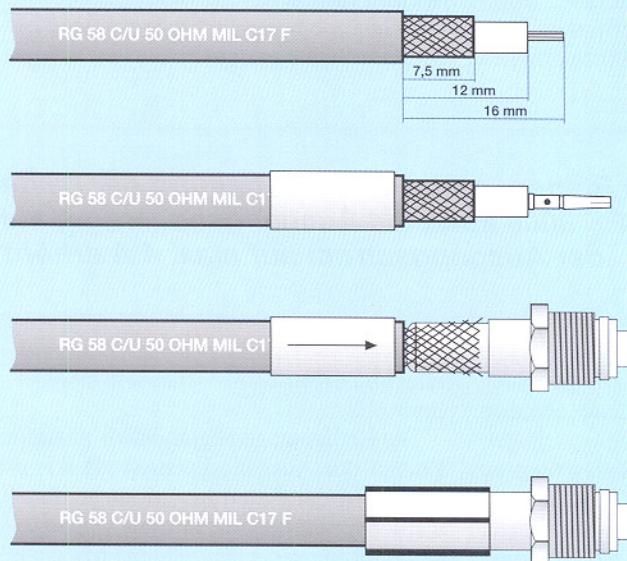

Bild 2: Montage-reihenfolge für die Montage eines FME-Steckers.
2. Abisolieren des Kabels (Abbildung 2)
4. Leichtes Abspreizen des Abschirmgeflechts von der Innenleiterisolation und Aufschieben des Steckergehäuses mit vormontierter Befestigungsmutter auf die Innenleiterisolation. Dabei ist sorgfältig darauf zu achten, daß das Abschirmgeflecht komplett außen am Steckergehäuse anliegt (siehe Abbildung 2).